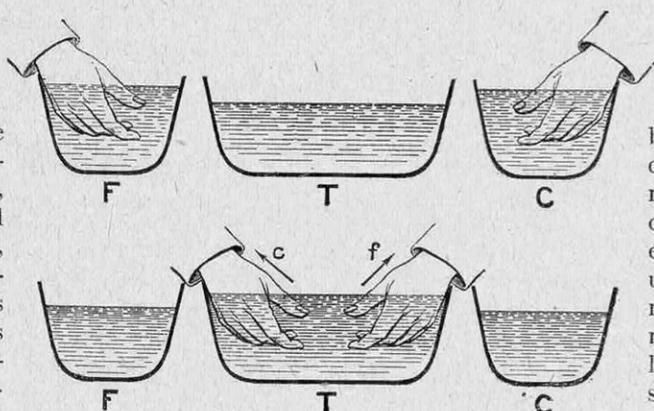

FIG. 1 ET 2. — RELATIVITÉ DES SENSATIONS THERMIQUES
Les figures 1 et 2 donnent une idée des diagrammes obtenus pendant des journées où
FIG. 1. — DANS SES FRÉMISSEMENTS, LE SOL A DES MOUVEMENTS VERTICAUX DONT LES OSCILLATIONS DURENT ENVIRON SEPT SECONDES ET DONT L'AMPLITUDE NE DÉPASSE PAS QUELQUES MILLIÈMES DE MILLIMÈTRE
FIG. 2. — COURBES REPRÉSENTANT LES MOUVEMENTS HORIZONTAUX DU SOL (DEUX COMPOSANTES NORD-SUD ET EST-OUEST) DONT LES PÉRIODES ET LES AMPLITUDES SONT A PEU PRÈS LES MÊMES QUE CELLES DES MOUVEMENTS VERTICAUX (FIG. 1)
1° La succession des saisons n'a guère d'influence sur l'état thermique des souterrains, et, cependant, si nous descendons dans le métro, en hiver, il nous paraît chaud, et, en été, il nous semble frais. Voici, d'ailleurs, une expérience plus précise: versons, dans trois cuvettes *F T C* (fig. 1), de l'eau froide, de l'eau tiède et de l'eau chaude (1); laissons séjourner, pendant une minute, une de nos mains en *F*, en même temps que l'autre main est plongée en *C*; sortons nos deux mains ensemble et plaçons-les immédiatement dans l'eau tiède *T* (fig. 2): cette même eau paraîtra chaude (*c*) à la main qui était dans l'eau froide *F* et froide (*f*) à la main qui était dans l'eau chaude *C*. Nous voyons donc que nos sensations thermiques actuelles sont fortement modifiées par nos sensations thermiques antérieures; ce que nous percevons, ce sont moins les états thermiques des objets que les changements de notre propre épiderme.
(1) Par exemple à 15°, 30° et 45°.